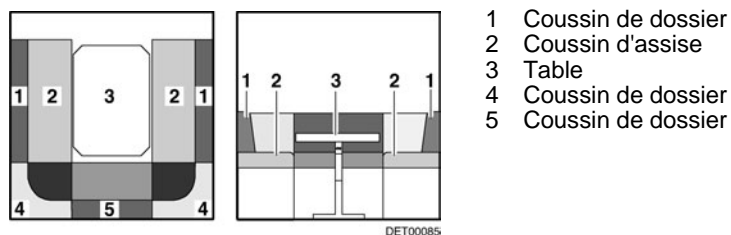

Fig. 104 Avant la transformation
- Convertir la table (Fig. 104,3) en sommier de lit (voir paragraphe 7.7).